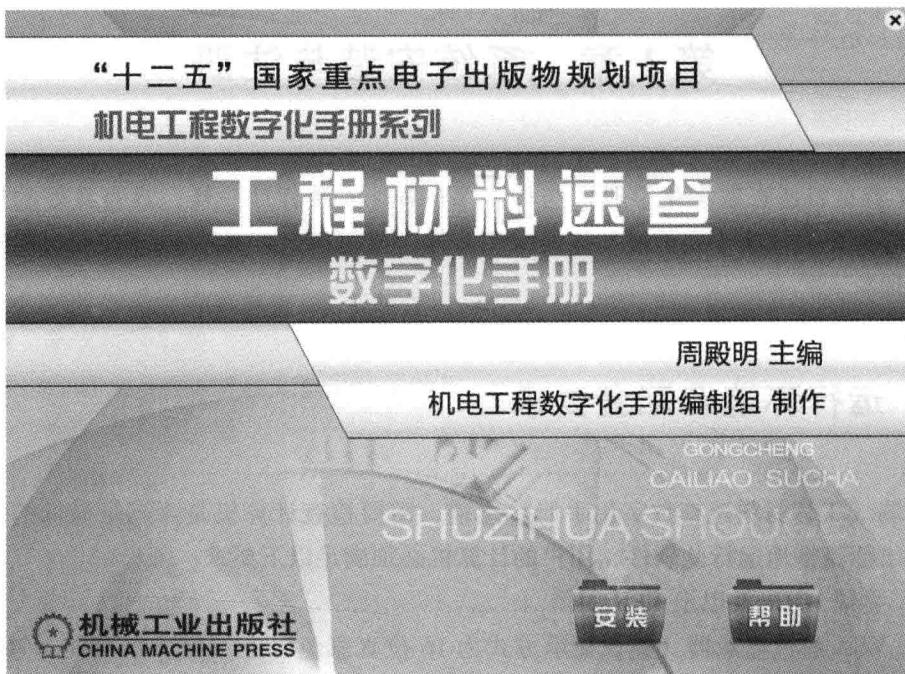

图 1-1 初始窗口
- 2) 光盘自动运行，显示初始窗口，如图 1-1 所示。单击“安装”按钮即可进行安装。如果本光盘无法在用户的计算机上自动运行，请打开本光盘的根目录，运行 setup.exe 文件。